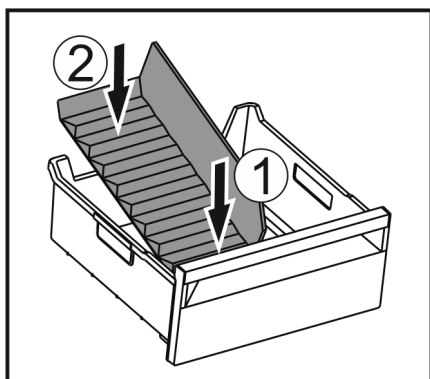

Fig. 55
- ▶ Introduceți partea frontală a separatorului pentru compartimentul de gheață. Fig. 55 (1)
- ▶ Coborâți partea posterioară a separatorului pentru compartimentul de gheață până la baza sertarului. Fig. 55 (2)